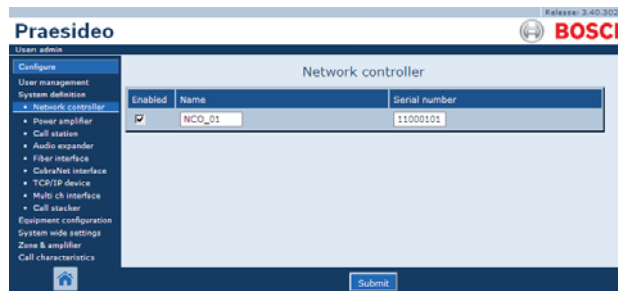

рисунок 43.3: Регистрация контроллера сети, шаг 1
- 1 Перейдите *Configure > System definition > Network controller*. В основной части веб-интерфейса откроется экран, подобный экрану, приведенному на рисунок 43.3.